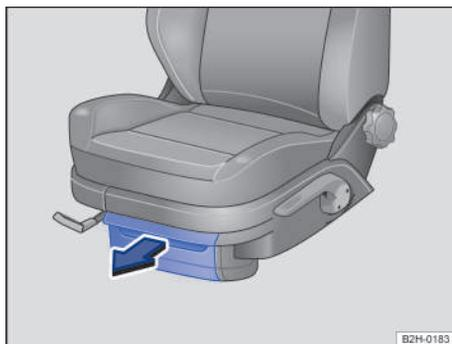

Fig. 115 Portaobjetos debajo de los asientos delanteros: portaobjetos con tapa.
2. Tire de la tapa hacia delante → fig. 115.
2. Presione la tapa hacia atrás, en el sentido contrario al de la flecha → fig. 115.